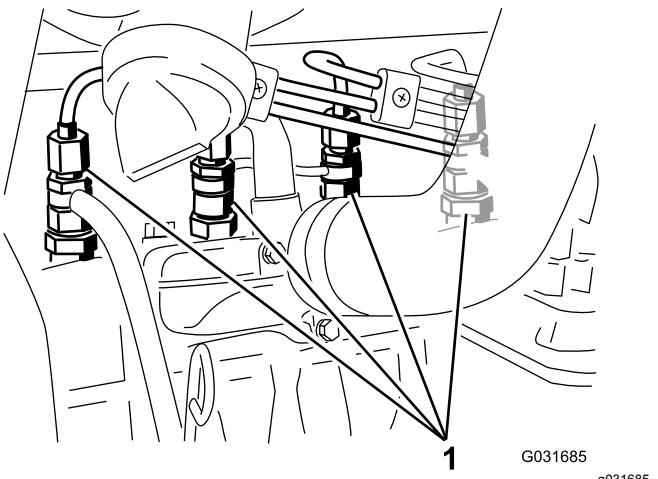

Figura 41
1. Allentate il raccordo dell'ugello n. 1 ed il gruppo portaugelli (Figura 41).